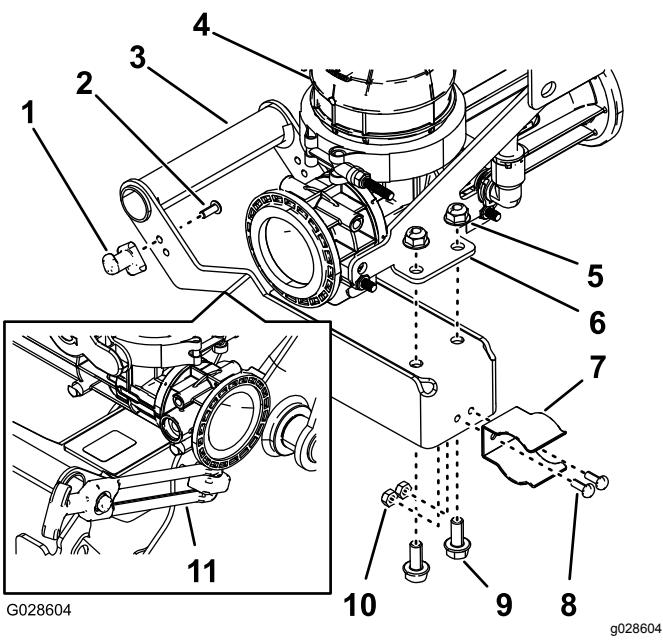

Figura 21
1. Montate la colonnetta di ancoraggio alla stegola del nebulizzatore (Figura 21) utilizzando le 2 viti a esagono incassato (n. 10-24 x ½").